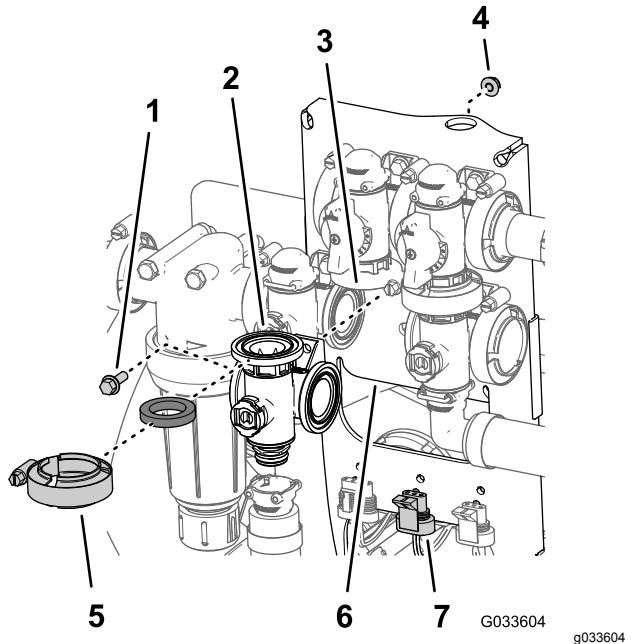

Figure 124
1. Alignez la bride du collecteur de la vanne d'agitation, un joint et la bride de la vanne de dérivation d'agitation (Figure 124).
9. Montez la vanne d'agitation sur le support à l'aide du boulon à embase et du contre-écrou (Figure 124) que vous avez retirés à l'opération 3 de Dépose de la soupape du collecteur d'agitation \(page 83\), et serrez l'écrou et le boulon à un couple de 10 à 12 N·m.